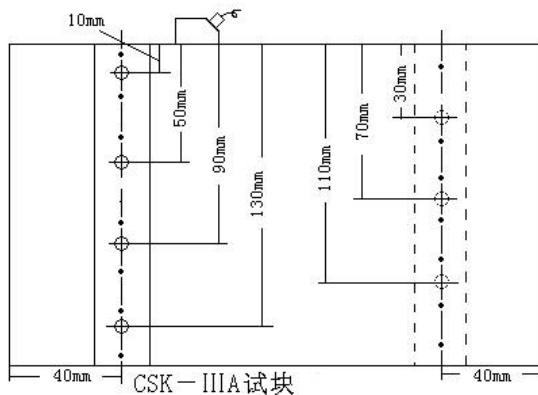

图 4-10
2、将探头与参考试块耦合，使第一个参考点回波达到最高（我们用CSK-IIIA试块如图4-10）。